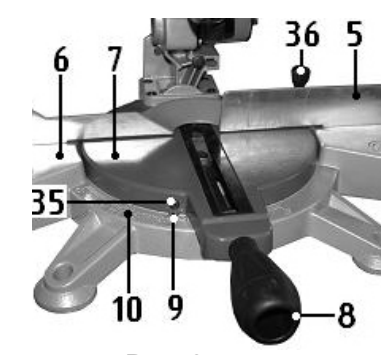

Рис. 8
9.3. Поворот стола торцово-усовочной пилы (Рис. 8)